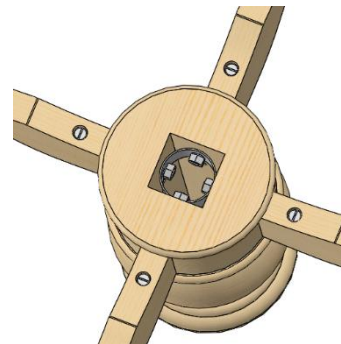
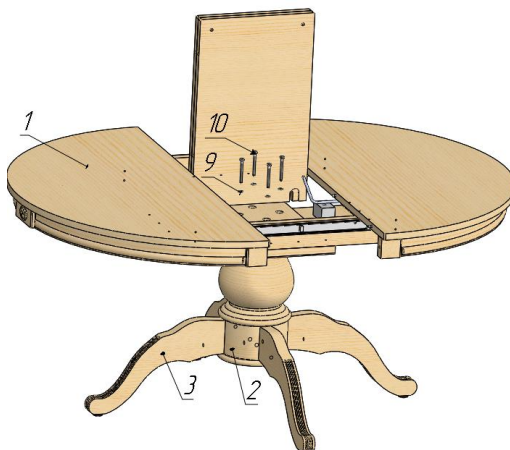

Рис. 2
Рис. 3
- 2.7 Подтянуть равномерно все гайки (6) внутри кольца металлического (7). Рис.2
3. Аккуратно распаковать столешницу в сборе с подстольем (1).
4. Собрать полностью стол (рис.3):